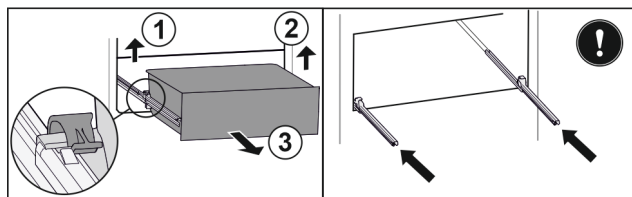

Fig. 129
- ▶ Nadvihnite ľavú svorku a súčasne ťahajte zásuvku vľavo dopredu. *Fig. 129 (1)*
- ▶ Nadvihnite pravú svorku a súčasne ťahajte zásuvku vpravo dopredu. *Fig. 129 (2)*
- ▶ Odoberte zásuvku dopredu. *Fig. 129 (3)*